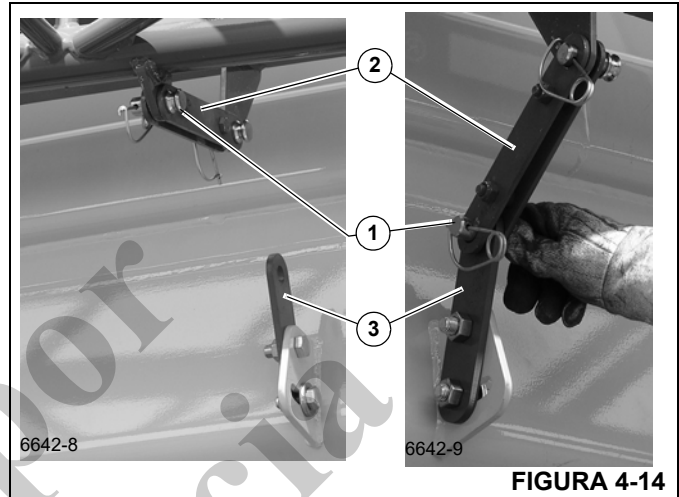

FIGURA 4-14
4. Si no se utiliza la sección de plegado doble de 23 pies (7 m), retire el pasador (1, Figura 4-14) de la barra de seguridad (2). Mueva la barra de seguridad (2) a la barra de fijación (3) de la sección de la base, e instale el pasador (1). Fije con el pasador de retención.